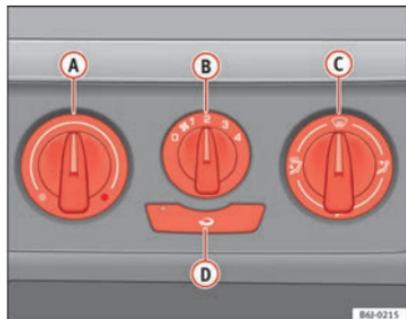

Fig. 91 Sur la planche de bord : éléments de commande du chauffage
- Tournez le régulateur de température **A** ⇒ fig. 91 vers la gauche.
- Tournez le régulateur de température **A** ⇒ fig. 91 vers la droite pour sélectionner la puissance de chauffage souhaitée.
- Tournez le régulateur de température **A** ⇒ fig. 91 vers la droite jusqu'à la puissance de chauffage maximum.
- Tournez le régulateur de température (A) ⇒ fig. 91 vers la zone de chauffage.
- Placez la commande de soufflante (B) sur l'une des vitesses 2-3.
- Fermez les diffuseurs (3).
- Ouvrez et orientez les diffuseurs (4) vers les fenêtres latérales.